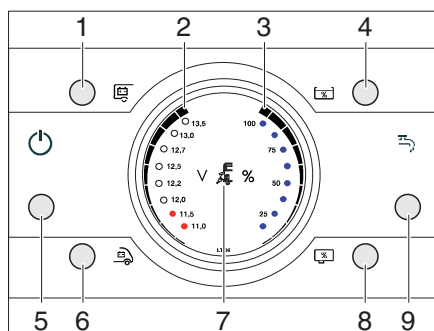

Fig. 272 Panneau de contrôle LT 96
Le voyant de contrôle 230 V (Fig. 272,7) s'allume si l'arrivée du bloc électrique est sous tension de réseau.
L'interrupteur principal 12 V (Fig. 272,1) établit ou coupe le panneau de contrôle et l'alimentation 12 V de la cellule.
Mise en service : ■ Appuyer brièvement sur la touche de l'interrupteur principal 12 V (Fig. 272,1). L'alimentation 12 V de la cellule est assurée. La DEL de contrôle s'allume.
Mise hors service : ■ Appuyer brièvement sur la touche de l'interrupteur principal 12 V (Fig. 272,1). L'alimentation 12 V de la cellule est coupée. La DEL de contrôle s'éteint.
Avec les touches de la batterie de cellule (Fig. 272,1) et de la batterie de démarrage (Fig. 272,6), on affiche l'état de charge des batteries.
- Appuyer sur la touche de la batterie de cellule (Fig. 272,1).
La charge de la batterie est affichée (Fig. 272,2).
- Appuyer sur la touche de la batterie de démarrage (Fig. 272,6).
Avec les touches de niveau de remplissage du réservoir d'eau (Fig. 272,4) et de niveau de remplissage du réservoir d'eaux usées (Fig. 272,8), on peut afficher la quantité d'eau et la quantité d'eaux usées.
- Appuyer sur la touche de niveau de remplissage du réservoir d'eau (Fig. 272,4). Le niveau de remplissage du réservoir d'eau est affiché (Fig. 272,3).
- Appuyer sur la touche de niveau de remplissage du réservoir d'eaux usées (Fig. 272,8). Le niveau de remplissage du réservoir d'eaux usées est affiché (Fig. 272,3).
Avec la touche de pompe à eau MARCHE / ARRET (Fig. 272,9), on peut activer et désactiver la pompe à eau. La mise en service proprement dite de la pompe à eau se fait à l'ouverture d'un robinet d'eau lorsque la pompe à eau est activée. Si la pompe à eau est désactivée, la pompe à eau reste désactivée même lorsqu'on ouvre un robinet d'eau.
- Appuyer brièvement sur la touche de pompe à eau MARCHE / ARRET (Fig. 272,9). La pompe à eau est activée. La DEL s'allume.
- Appuyer brièvement sur la touche de pompe à eau MARCHE / ARRET (Fig. 272,9). La pompe à eau est désactivée. La DEL s'éteint.
La DEL "11,0 V" clignote dans l'affichage (Fig. 272,2) dès que la tension de la batterie descend en dessous de 11 V (mesurée en marche) et qu'il y a risque de décharge profonde de la batterie.